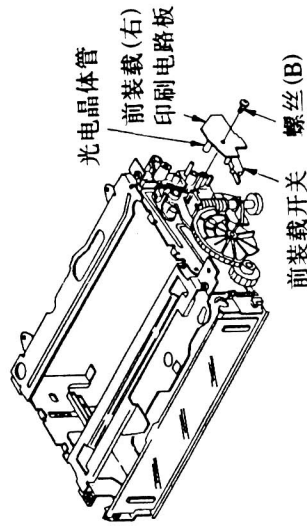

图27
- 步骤: ①如图27所示, 旋下螺丝B并取下F/L-R印刷电路板;
②取下F/L开关和光电晶体管(先将引线焊开);
③重新安装F/L-R印刷电路板时, 注意不要损坏F/L开关。